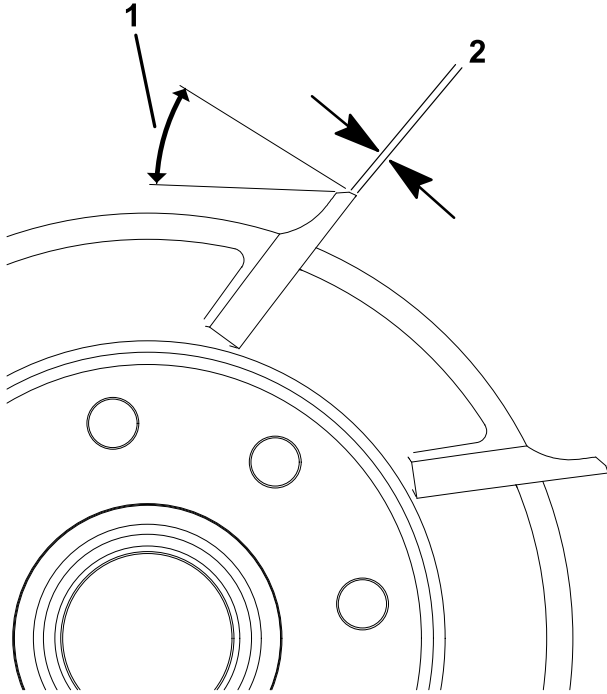

Figura 19
1. Applicare un angolo di spoglia di 30 gradi su tutte le lame dei cilindri in modo da ottenere una larghezza del pieno di 0,76 mm (Figura 19).